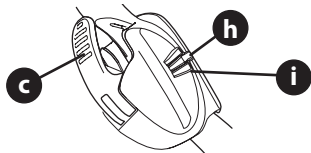

Figura 5
**¡IMPORTANTE!** Al trabar la palanca de liberación de la manija EZ-fold (c) asegúrese de que el indicador de posición (h) quede alineado con una de las tres posiciones de la manija (i) (Figura 5).